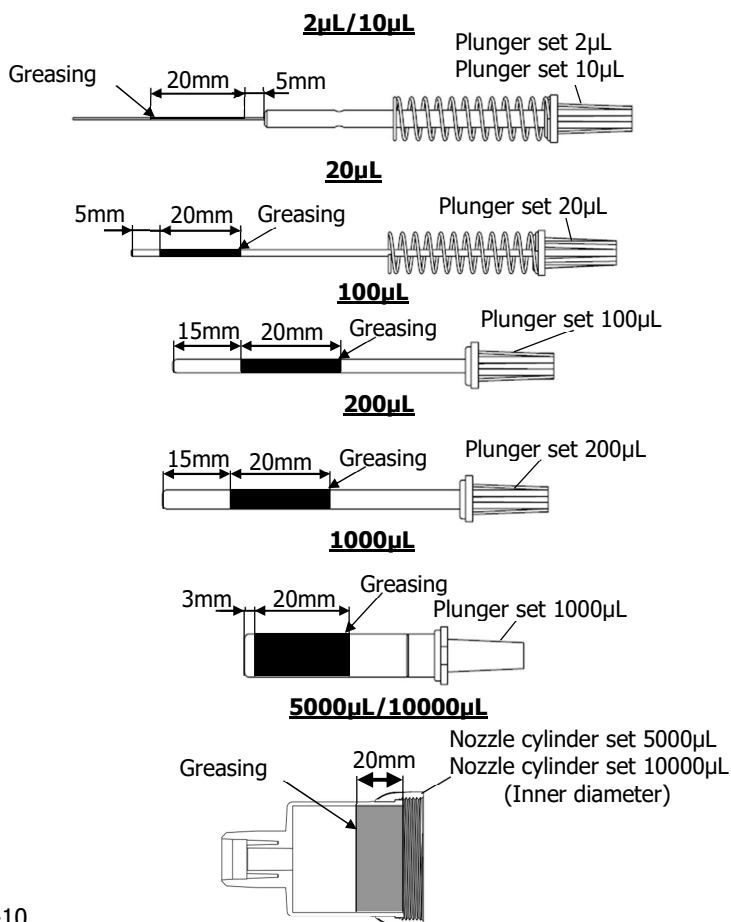

Fig. 4-10
- 2 μ L-1000 μ L (Fig.4-10)
- 5000 μ L, 10000 μ L (Fig.4-10)